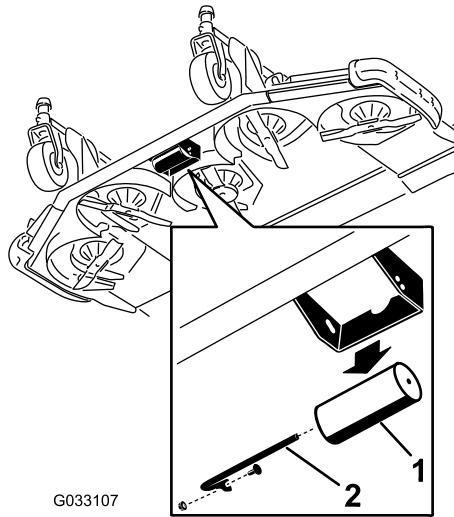

Figura 26
1. Remova o veio do rolo, o parafuso e a porca que prende o rolo ao suporte da plataforma (Figura 26).